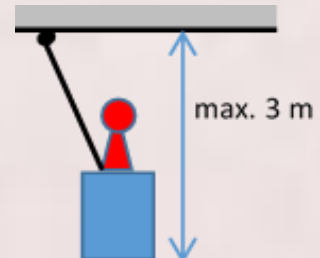

Fig. 5
- o bovenkant vloer werkbrug tot onderkant glas: max. 3 m (maximaal 200 m² per gebouw) (fig. 5).